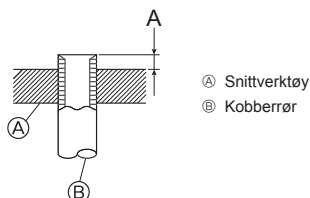

Fig. 4-9
- Ⓜ Bruk følgende fremgangsmåte for tilkobling av rør på gassiden. (Fig. 4-9)
Tabell 3 (fig. 4-9)